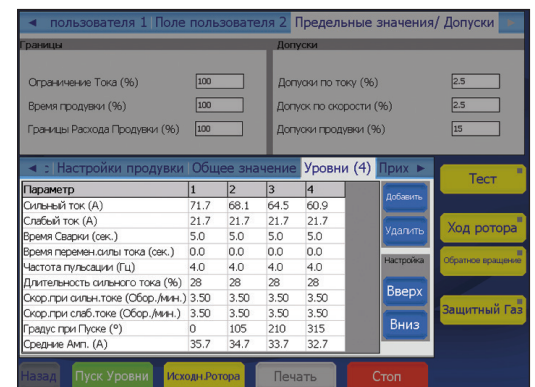

Рис. 29 — Вкладка Levels (Уровни)
<p>Levels (X) (Уровни) (Рис. 29)</p>	<p>Уровень — это раздел процедуры сварки, определенный параметрами, представленными на рис. 29. Параметры могут меняться в зависимости от уровня.</p> <p>В процедуре сварки может быть от 1 до 99 уровней. Количество в скобках показывает число уровней, заданных для процедуры сварки.</p> <p>В процессе сварки уровни отображаются в окне процесса в реальном времени. Чтобы добавить уровень, нажмите на верхнюю часть столбца, чтобы его выделить, а затем кнопку Add (Добавить) в правой части окна. Новый столбец с копией данных выделенного столбца будет добавлен после выбранного столбца. Повторите это действие для дополнительных уровней.</p> <p>Чтобы удалить один или несколько уровней, нажмите на верхнюю часть столбца или столбцов, чтобы их выделить. Нажмите кнопку Delete (Удалить) в правой части окна.</p> <p>Корректировка среднего тока (Average Amps - Средние Амп.)</p> <p>Пользователь с защитным паролем может корректировать средний ток в пределах ограничений и допусков, заданных владельцем или программистом, с помощью кнопок со стрелками вверх и вниз.</p> <p>Выберите уровень или уровни, которые нужно изменить, и скорректируйте средний ток (Average Amps - Средние Амп.), нажимая кнопки со стрелками вверх и вниз (стр. 30), в пределах ограничений для процедуры сварки, заданных программистом. Если уровень не выбран, изменение, выполненное с помощью кнопок со стрелками вверх и вниз, повлияет на все уровни.</p> <p>Средний ток (Average Amps - Средние Амп.) уменьшается при нажатии кнопки со стрелкой вниз и увеличивается при нажатии кнопки со стрелкой вверх.</p> <ul style="list-style-type: none"> ■ При первых трех нажатиях кнопки со стрелкой вверх или вниз длительность сильного тока (High Amps - Высокие Амп.) увеличивается или уменьшается с шагом от 10 до 30 %. ■ При следующих трех нажатиях кнопки со стрелкой вверх или вниз сильный ток (High Amps - Высокие Амп.) увеличивается или уменьшается с шагом от 10 до 30 %. ■ При последних трех нажатиях кнопки со стрелкой вверх или вниз слабый ток (Low Amps - Низкие Амп.) увеличивается или уменьшается с шагом от 10 до 30 %. <p>Чтобы вернуть исходные значения для процедуры сварки, перезагрузите программу из памяти.</p> <p>Более подробную информацию можно найти в разделе «Limits / Tolerances (Ограничения / Допуски)» на стр. 30.</p>